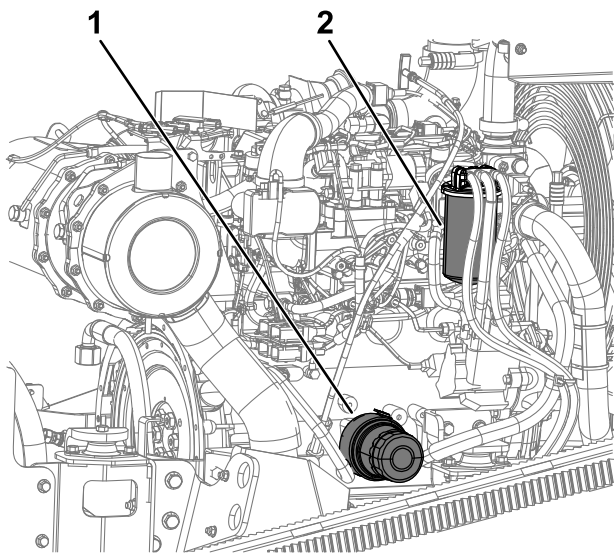

Bild 93
3. Wechseln Sie das Motoröl, wie in Bild 93 abgebildet.